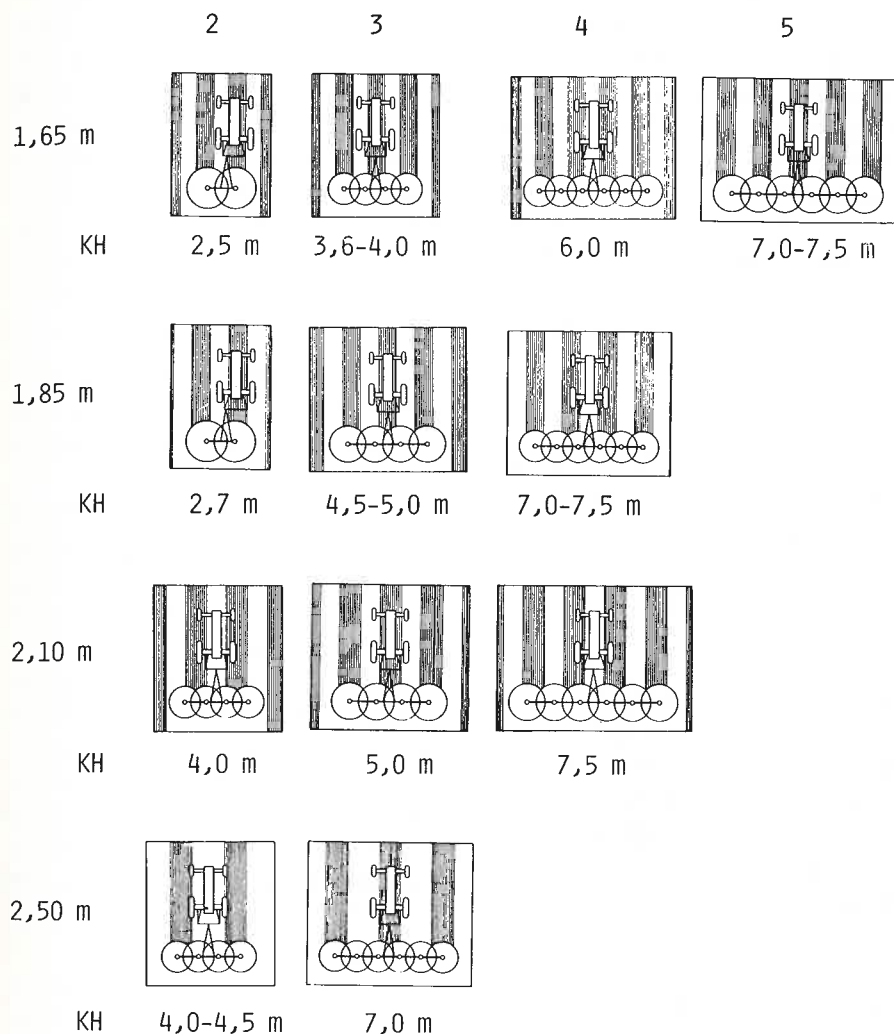

Abb. 6: Für gute Arbeit beim Schwadzetten ist es wichtig, dass Kreiselmäher und Kreiselheuer in der Arbeitsbreite zusammenpassen (Die Angaben sind Richtwerte).
- Die Arbeitsbreiten von Kreiselmäher und Kreiselheuer müssen übereinstimmen (Abb. 6). Im FAT-Bericht Nr. 265 sind die Arbeitsbreiten der Kreiselheuer des damaligen Marktangebotes aufgeführt. In der Regel sind sie 30–50 cm niedriger als die Maschinenbreiten (Abb. 7).